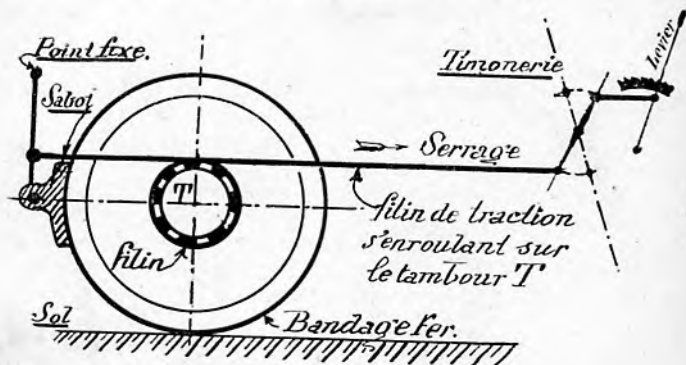

FIG. 21x. — Frein à enroulement.
(1) Remarquez que l'homme qui est au dynamomètre tire à peine la corde, à cause du grand nombre de spires d'enroulement.
FREIN A ENROULEMENT. — Le *frein à enroulement* (à corde ou à câble d'acier) que l'on peut voir sur certains gros camions à bandage de fer (1) (c'est-à-dire pouvant comporter un patin ou sabot serrant sur la jante) se compose (fig 21x) :